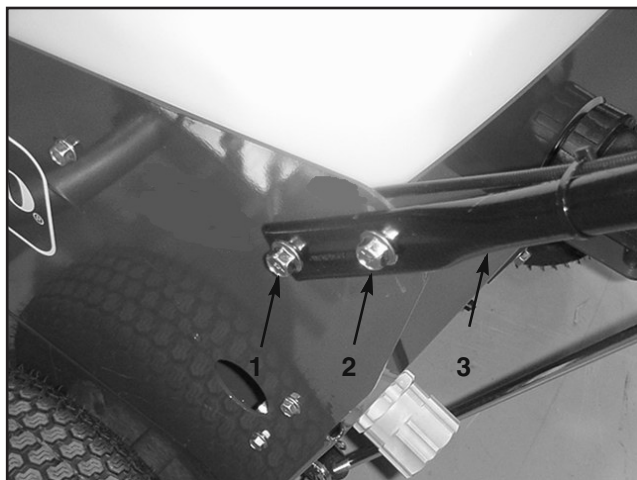

図3
3. ハンドルをタンク・サポートに固定しているボルト (2本)、スペーサとナットを取り外す (図3)。
4. 上の取り付け穴のうち適当な穴を選び、ハンドルの位置を決め、ボルト (2本) とナットでタンク・サポートに固定する (図3)。